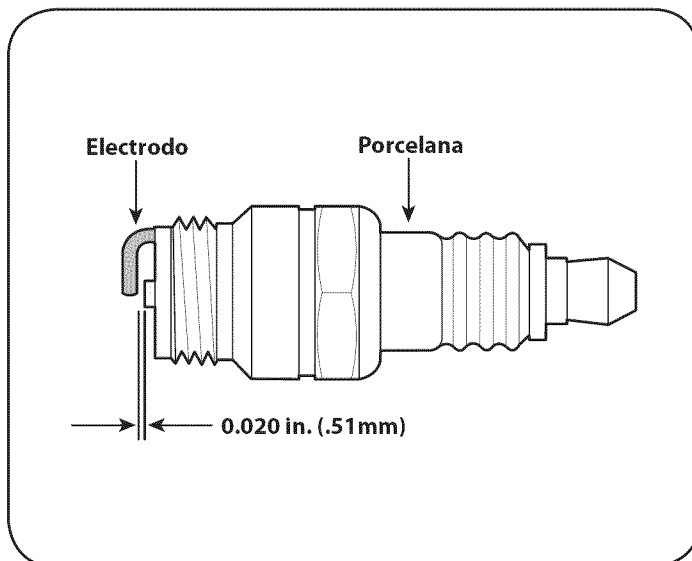

Figura 12
3. Compruebe el entrehierro con un calibrador de alambre. La separación correcta es 0,020 in. (0,51 mm). Vea la Figura 12. Si es necesario, reajuste el entrehierro.